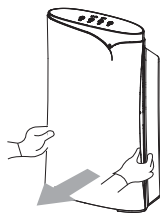

图1
- 1、拆下前面盖：双手同时抓住前面盖上部两侧边，先往外拉，再往上提，前面盖即脱离机器本体（不可过于用力，以免损坏面盖）。(图1)